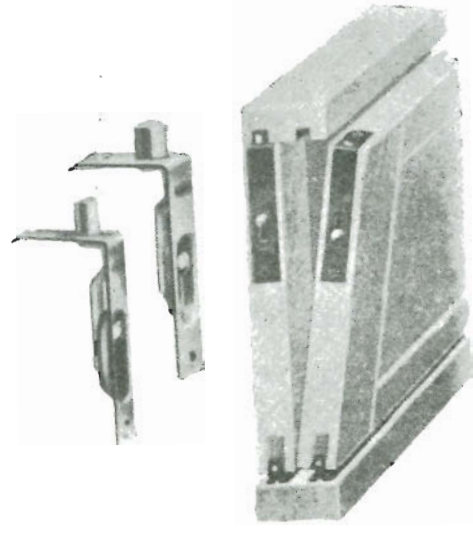

Fig. 7
- Con guías { escamoteables (fig. 7)